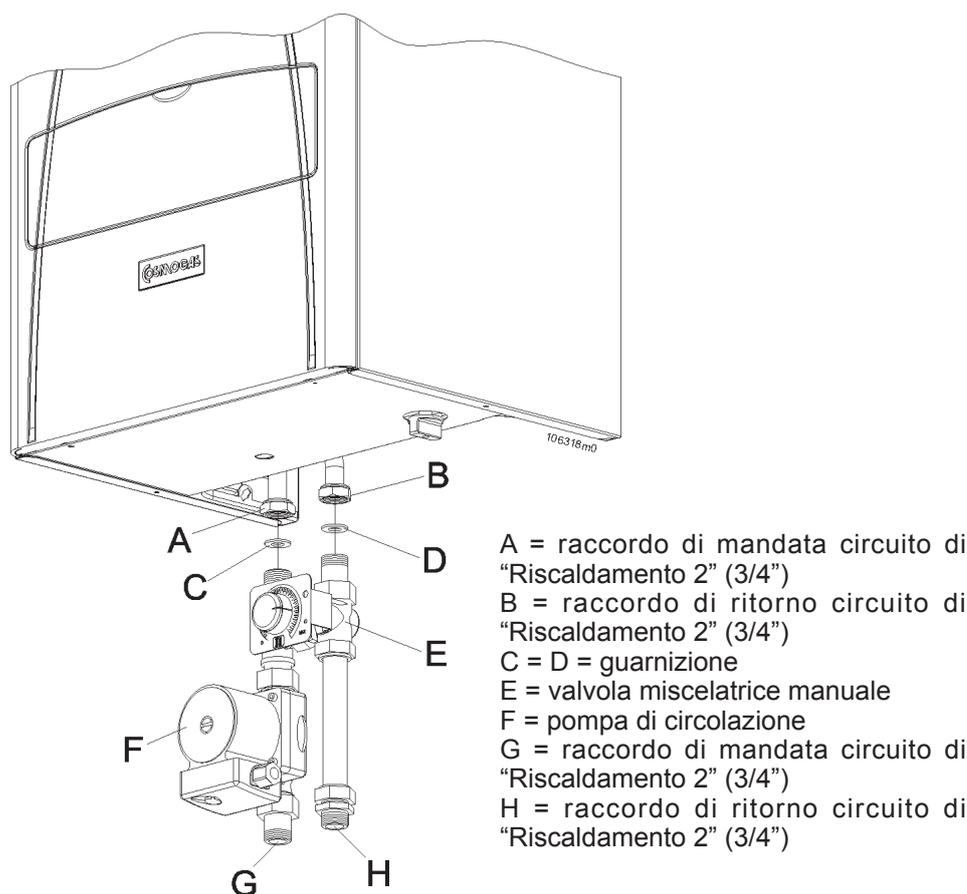
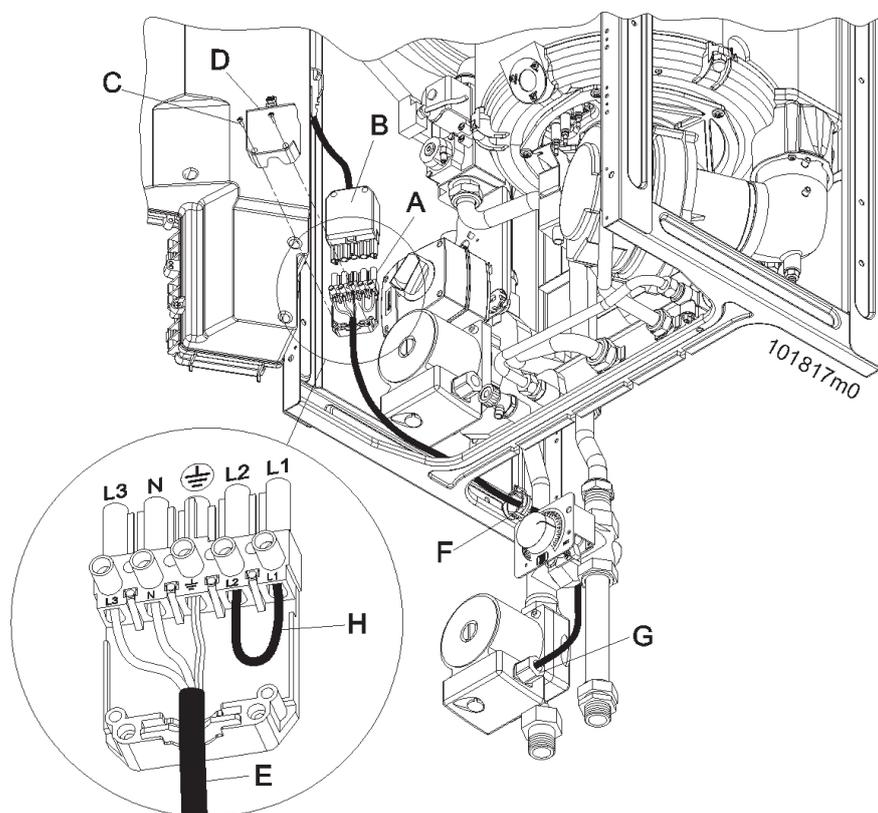

Figura 17 - Installazione circuito di "Riscaldamento 2" nella configurazione più completa, tipo AV
Figura 18 - collegamento del circuito di "Riscaldamento 2"
E' composto da due tubi di mandata e ritorno al riscaldamento collegati a monte della valvola miscelatrice del circuito di "Riscaldamento 1". Per questo motivo la temperatura di mandata è indipendente dalla temperatura del circuito di "Riscaldamento 1" ed è fissa alla temperatura di lavoro del corpo caldaia (fra 55°C e 80°C). Se si desidera alimentare i radiatori a temperature più basse è possibile l'installazione di una valvola miscelatrice manuale (figura 17 particolare "E"). Il controllo della temperatura dell'ambiente asservito dal circuito "Riscaldamento 2" può essere fatto da un termostato ambiente collegato nell'apposito connettore di figura 18 particolare "H".
- "Riscaldamento 2" tipo A, composto dai soli raccordi "A" e "B" di figura 17 (per interassi vedi figura 7)
- "Riscaldamento 2" tipo AP, composto dai raccordi "A", "B" e dalla pompa "F" di figura 17 (per interassi vedi figura 8)
- "Riscaldamento 2" tipo AV, composto dai raccordi "A", "B", dalla pompa "F" e dalla valvola miscelatrice manuale "E" di figura 17 (per interassi vedi figura 9).
Per il collegamento elettrico fare riferimento alla figura 18 e procedere nel seguente modo:
Per l'allacciamento del cavo del termostato ambiente, procedere come di seguito (fare riferimento alla figura 18):